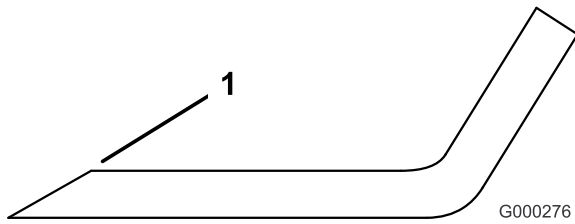

Figure 59
1. Au moyen d'une lime, aiguisiez les tranchants aux deux extrémités de la lame (Figure 59). Veillez à conserver l'angle de coupe d'origine. Limez la même quantité de métal sur chacun des deux tranchants pour ne pas déséquilibrer la lame.